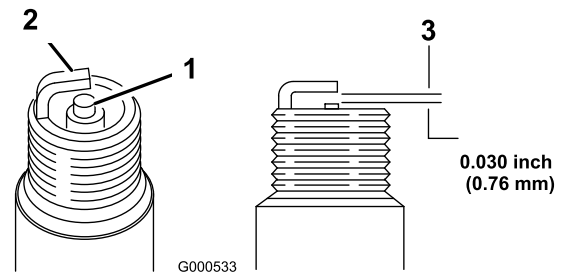

Figura 25
- Ajuste el espacio entre los electrodos a 0.76 mm (0.030"), según se muestra en Figura 25.